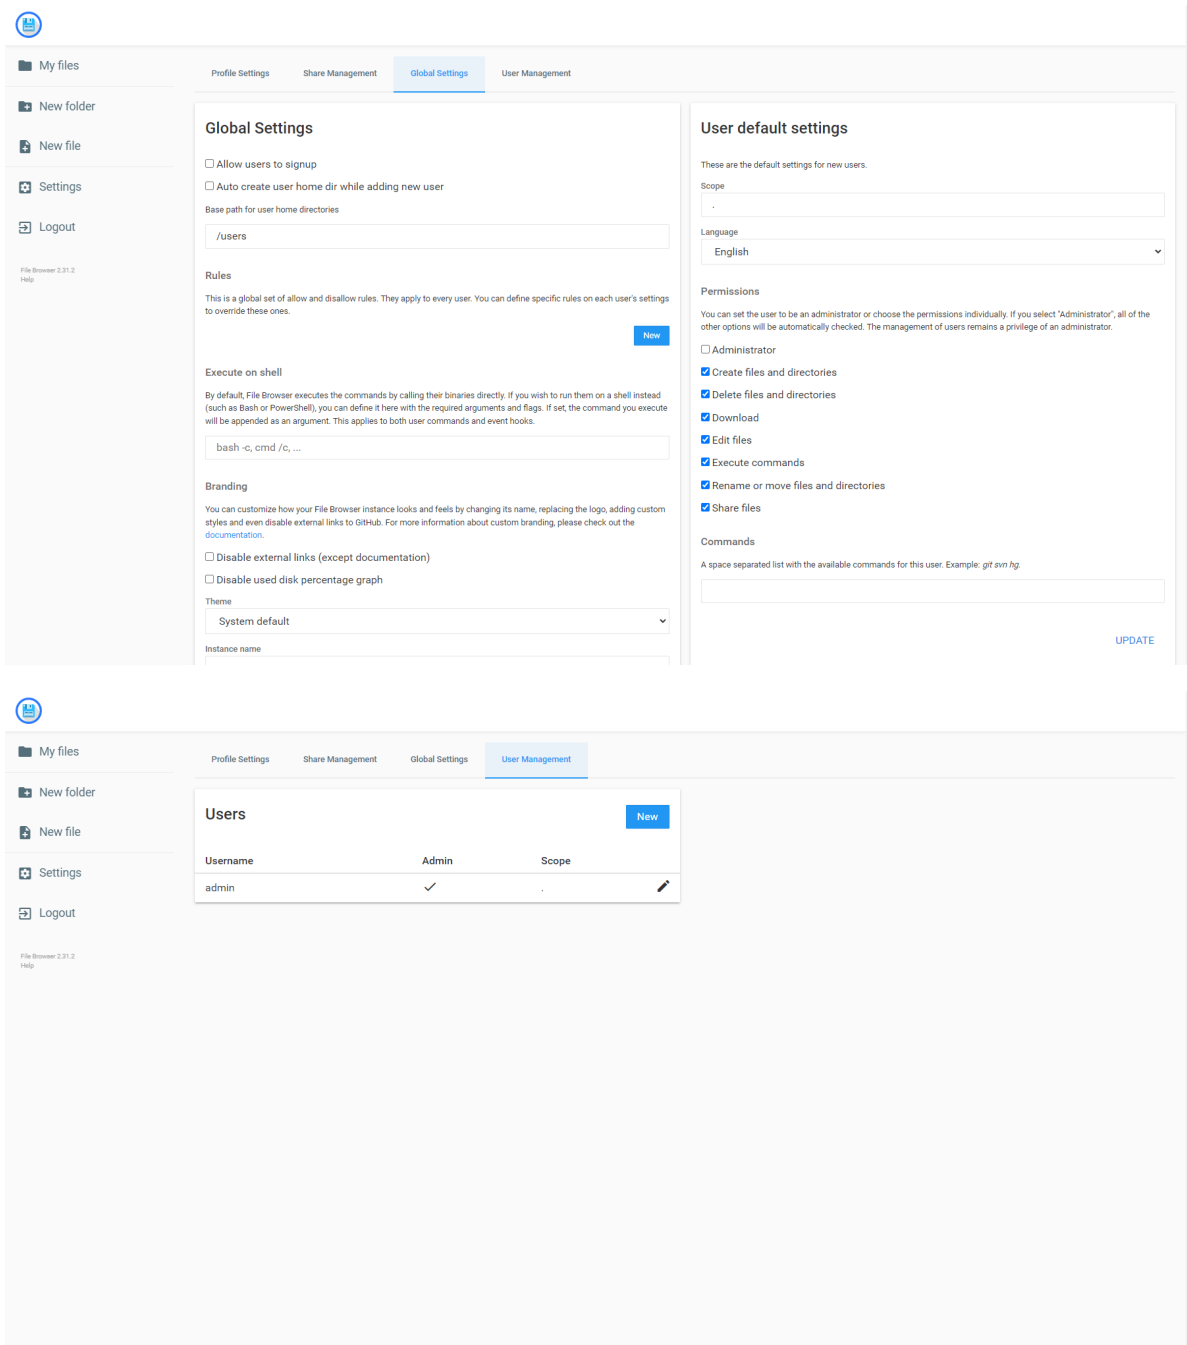

Рис. 76. Окно «Settings»
- 3) Вкладка «Settings» позволяет настраивать «File Browser»: настроить профиль, сменить пароль, язык интерфейса, добавлять пользователей. Окно «Settings» показано на рис. 76 Окно «Settings».